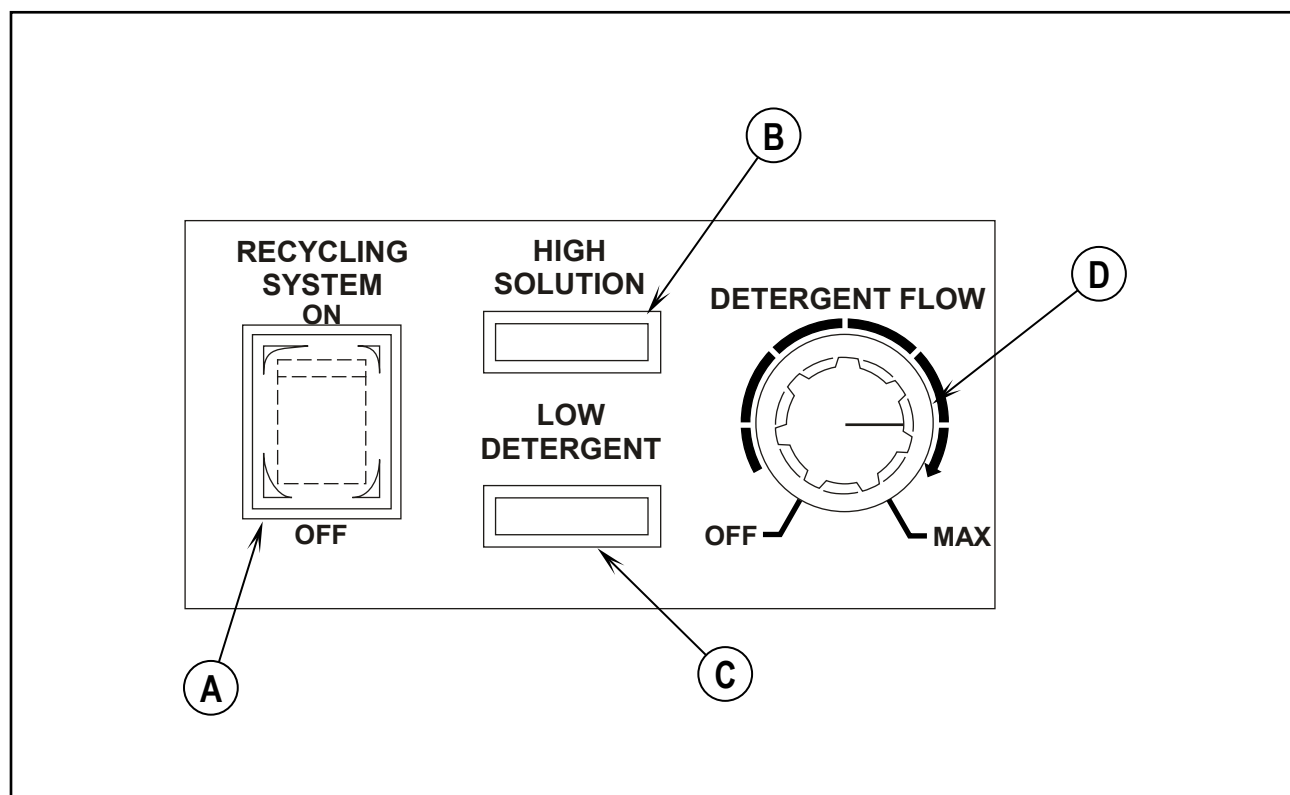

РИС. 11
См. Рис. 11. Кнопкой включения/выключения системы рециркуляции ESP (A) включается и выключается система рециркуляции ESP.